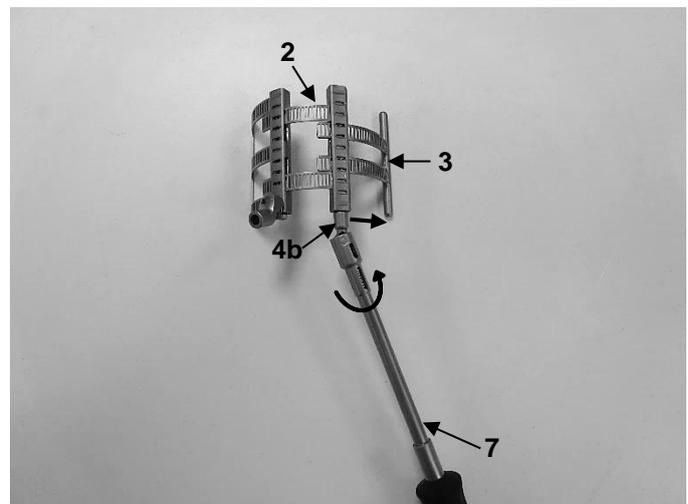

Abb. 20
1. Zunächst das sekundäre Element (3) von dem primären Element (2) mithilfe des geeigneten Schraubendrehers (7) entfernen. Hierfür den Transportmechanismus an dem Kastenmodul des primären Elements (4b) mithilfe des geeigneten Schraubendrehers (7) im Uhrzeigersinn drehen, bis es sich abnehmen lässt (Abb. 20).